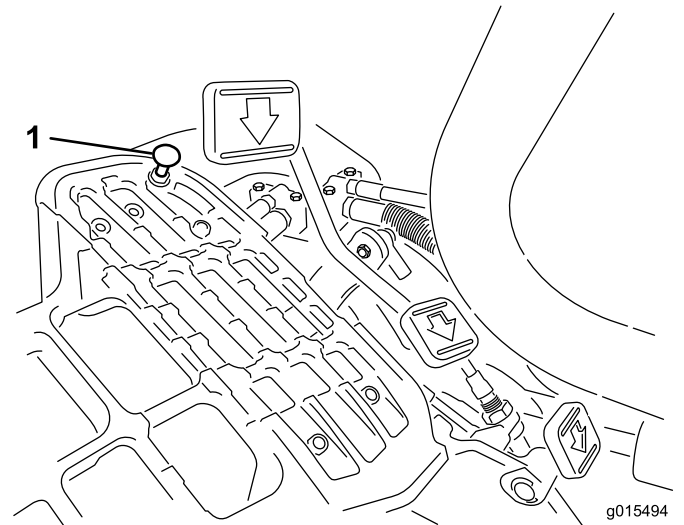

図 48
走行ペダルを踏み込んでみてください。ケーブルに張力が掛かる前にペダルがストップ（図 48）に当たる場合には調整が必要です。
1. ペダル・ストップをフロア・プレートに固定しているフランジヘッド・ロックナットをゆるめる（図 48）。